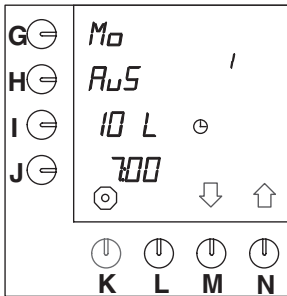

Abb. 33 Vorprogrammierte Einstellung (nicht aktiv)
Es gibt vierzehn vorprogrammierte "Zeiteinstellungen" für alle Wochentage. Diese Zeiteinstellungen werden erst wirklich aktiv und im Benutzerbetrieb sichtbar, nachdem sie über das untenstehende Verfahren aktiviert wurden. Alle Einstellungen können wunschgemäß eingestellt werden. Die vierzehn Einstellungen stehen serienmäßig auf (Abb.33):
- Drücken Sie auf die Wahl taste (N.)↑, bis Abb.33 im Display erscheint.